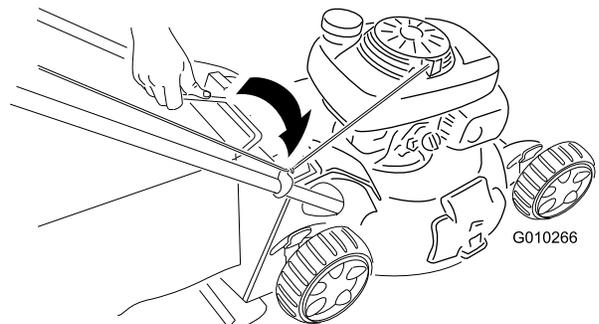
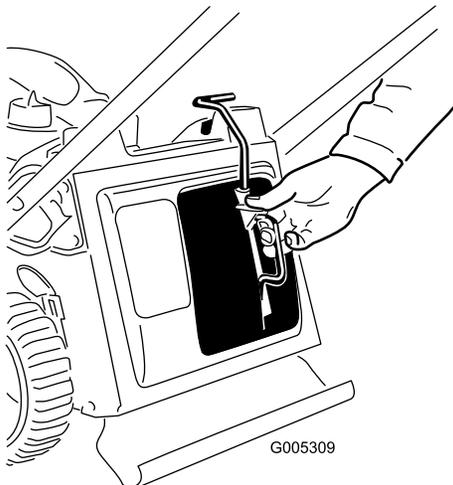

Figure 20
Figure 19
1. Montez l'obturateur de mulching (Figure 19) ou le bac à herbe (Figure 20) sur la machine.